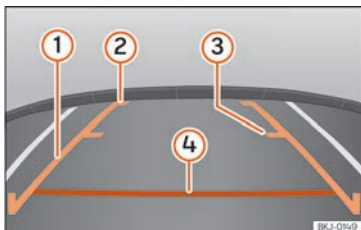

Abb. 296 Anzeige auf dem Bildschirm des Systems Easy Connect: Orientierungslinien.
- Die Beladung des Fahrzeugs verändert die Darstellung der Orientierungslinien »» Abb. 296. Die von ihnen dargestellte Breite verringert sich bei zunehmender Beladung. Achten Sie auf die Umgebung des Fahrzeugs, wenn der Innenraum oder der Gepäckraum beladen sind.
»» **Abb. 296**